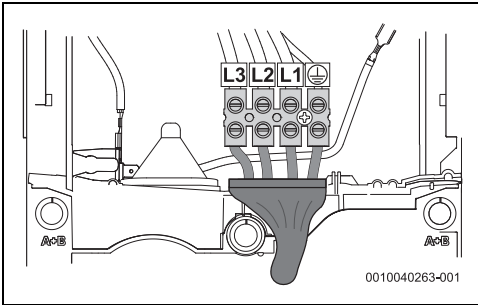

Bild 43 Anschluss unten für kurze Kabel
- Anschluss unten für kurze Kabel (Abb. 43)